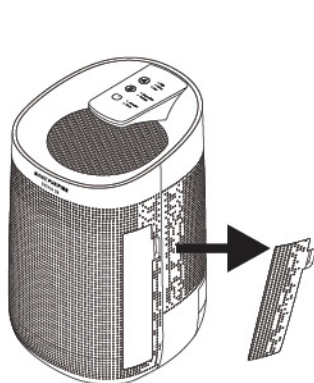

fig. 1
1. Tirez sur le couvercle du filtre et soulevez-le doucement pour l'ouvrir (fig. 1).